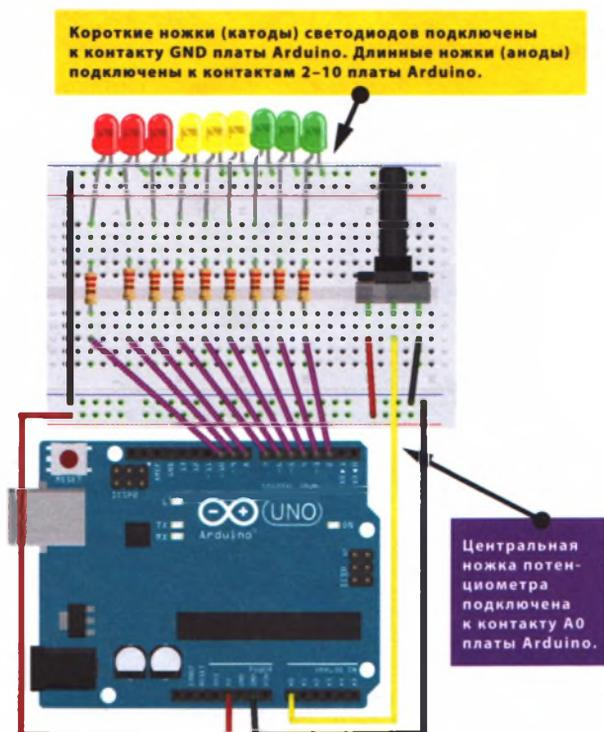

РИСУНОК 3.2
2. Установите на макетную плату по одному резистору с сопротивлением 220 Ом на каждый светодиод, одна ножка резистора должна быть соединена с длинной ножкой (анодом) светодиода. Другую ножку каждого резистора подключите к цифровым контактам 2–10 соответственно, как показано на рис. 3.2. Важно, чтобы резисторы при подключении как бы образовали «мостики» через канавку макетной платы, как показано на рисунке.